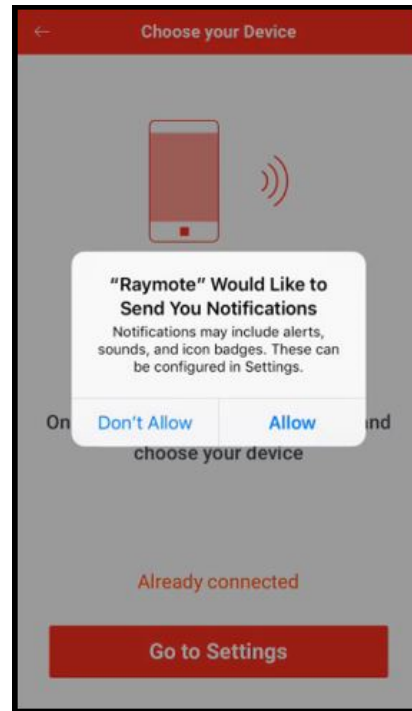

Figure 90. Accorder permissions
**NOTE:** lors de la première installation sur un téléphone, l'appli Raymote demande d'autoriser l'accès aux données, voir Figure 90.